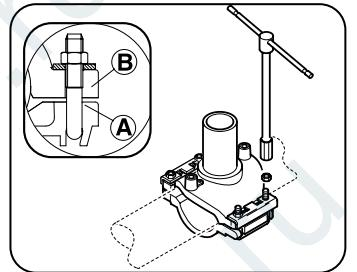
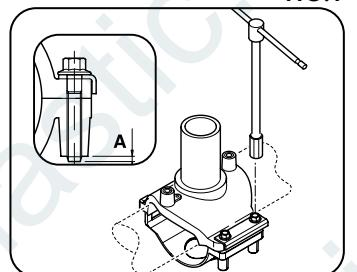
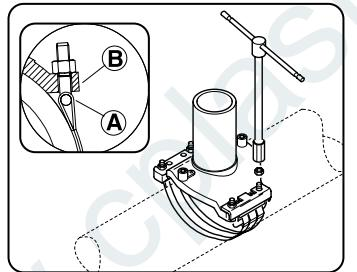

FIG.1
FIG.2
FIG.3
4 (I) - COLLARI CON FONDO STAFFA RIGIDO: Serrare i quattro dadi, utilizzando l'apposita chiave fino a portare a contatto le due semiselle A e B (vedi figura 1). - COLLARI AD ATTACCO RAPIDO: Bloccare le parti forate della semisella inferiore ai rilievi posti nella parte superiore del collare. Far scorrere la piazzina in acciaio sulla parte di fissaggio del collare e serrare le due viti fino a vederle sporgere nella parte infeiore in posizione A (vedi figura 2). - COLLARI CON CINGHIA: serrare i quattro dadi utilizzando l'apposita chiave fino a portare a contatto il perno filettato A e la semisella B (vedi figura 3). (DE) - SCHELLEN MIT KUNSTSTOFFUNTERTEIL: Befestigen Sie die vier Schrauben Ziehen Sie so lange an, bis die Schraubverbindung und die Oberseite der Schelle sich berühren (siehe fig.1). - BEI ANBOHRSCHELLEN MIT SCHNELLVERSCHLUSS VERBINDEN: Sie das ausgestanzte untere Teil mit den Verzahnungen im oberen Teil. Schieben Sie das Metallband an den vorgesehenen Platz und benutzen Sie einen Schraubenschlüssel um die beiden Schrauben so lange zu drehen, bis Sie wie in Position A zu sehen sind (Figur 2). - SCHELLEN MIT EINEM GURT: Befestigen Sie die vier Schrauben Ziehen Sie so lange an, bis die Schraubverbindung A und die Oberseite der Schelle B sich berühren (Figur 3). (ES) - DERIVACIONES CON LA PARTE INFERIOR DE PLÁSTICO RÍGIDO: Apretar los cuatro tornillos, usando la llave adecuada hasta poner en contacto la parte inferior y superior de la derivación A y B (ver figura 1). - COLLARES DE ENGANCHE RÁPIDO: bloquear las partes perforadas de la concha inferior con los relieves de la parte superior del collar. Deslizar la banda de acero encima de la fijación del collar y apretar los dos tornillos hasta que asomen de la parte inferior en la posición (ver fig. 2). - DERIVACIONES CON CORREA: Apretar los cuatro tornillos, usando la llave adecuada hasta poner en contacto el tornillo A y la parte superior de la derivación B (ver figura 3). (F) - SELLE DE DÉRIVATION AVEC COQUILLE RIGIDE: Serrer les 4 boulons à l'aide de la clé prévue à cet effet jusqu'à ce que les deux demi coquilles A et B soient en contact (voir fig. 1). - SELLES DE DÉRIVATION AVEC ACCROCHAGE RAPID: bloquer les parties trouées de la coquille inférieure avec les reliefs dans la coquille haute. Faire glisser la bande en acier sur le fissage du collier et serrer les deux vis de serrage jusqu'à les voir saillir à côté inférieur en position A (voir fig. 2). - COLLIER AVEC SANGLE: Serrer les 4 boulons à l'aide de la clé prévue à cet effet jusqu'à la jonction de la tige filetée A et de la demi selle B (voir fig.3). (GB) - BRANCH SADDLES WITH PLASTIC UNDERCLAMP: Use a wrench to tighten the four screw nuts until top and bottom part of the tapping tee come into tight contact, A and B (see fig. 1). - BRANCH SADDLES WITH RAPID JOINT: hook up the underclamp holed parts with the teeth in the upper part. Slide the metal strap in its place and use a wrench to tighten the two screws until they appear in the under part in position A (see fig. 2). - BRANCH SADDLES WITH BELT: Use a wrench to tighten the four screw nuts until the threaded connector A and the top part of tapping tee B meet (see fig. 3). (NL) - AFTAKKING MET EEN HARDE SCHAAL: Span de 4 bouten aan met de aangepaste sleutel, tot dat de twee halve schelpen A en B elkaar raken (zie fig.1). - AFTAKKING ZADELS MET VASTE SCHALEN: blokkeer het spanstuk van de onderste schaal met de bouten van de bovenste schaal. Schuif het aanspanstuk op zijn plaats en Schroef de bouten aan totdat deze
zichtbaar zijn aan de onderkant van de onderste schaal in positie A (zie fig.2).- EEN ZADELAFTAKKING MET SINGEL: Span de 4 bouten aan met de aangepaste sleutel, tot dat de twee halve schelpen A en B Tot aan de inkeping van de bout A en de halve schaal B (zie fig.3). **(RU)** СЕДЛОВЫЕ ОТВОДЫ С ЖЕСТКОЙ ОТВЕТНОЙ ЧАСТЬЮ: Затянуть четыре болта при помощи специального ключа таким образом, чтобы две половины седлового отвода А и В соприкасались (см. рис. 1). – СЕДЛОВЫЕ ОТВОДЫ БЫСТРОЙ СБОРКИ: Закрепить перфорированные ответные части на выступах верхней части седлового отвода. Надеть фиксирующую пластину из стали на фиксирующую часть седлового отвода и затянуть два винта до тех пор, пока они не будут видны в нижней части в позиции А (см. рис.2) – СЕДЛОВЫЕ ОТВОДЫ С РЕМЕННОЙ ОТВЕТНОЙ ЧАСТЬЮ: затянуть 4 болта при помощи специального ключа до соприкосновения стержня А и седла В (см. рис. 3).